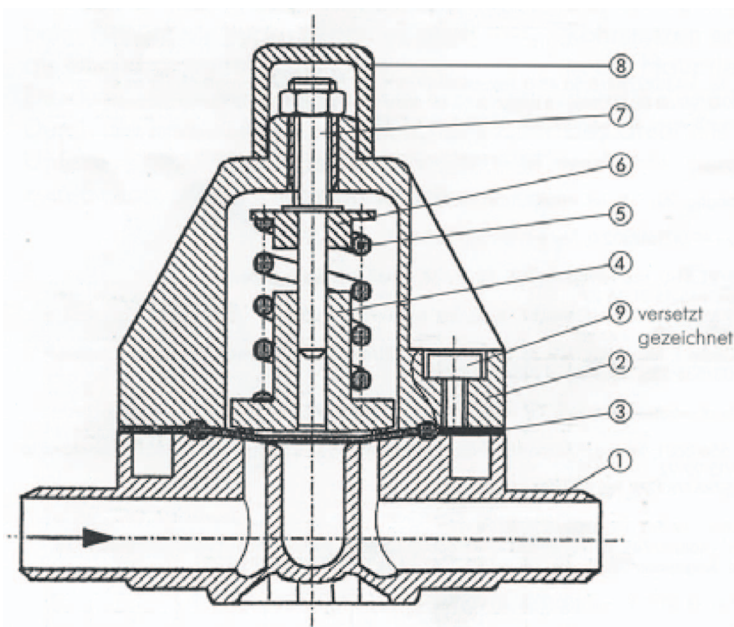

Fig. 1: disegno in sezione/localizzazione pezzi della valvola di troppo pieno
Come indicato nella figura d'insieme nell'informazione tecnica "Accessori per pompa GENODOS®" (codice prodotto 118 950, fig. 1: panoramica degli accessori), gli accessori previsti devono essere montati nell'ordine indicato schematicamente (vedere anche le istruzioni per l'uso della pompa GENODOS®, codice prodotto 115 940).
- Svitare il cappuccio (vedere fig. 1, pos. 8) e sbloccare il controdado.
- Aumento della pressione di lavoro: ruotare la vite di regolazione (vedere fig. 1, pos. 7) in senso orario.
- Riduzione della pressione di lavoro: ruotare la vite di regolazione (vedere fig. 1, pos. 7) in senso antiorario.